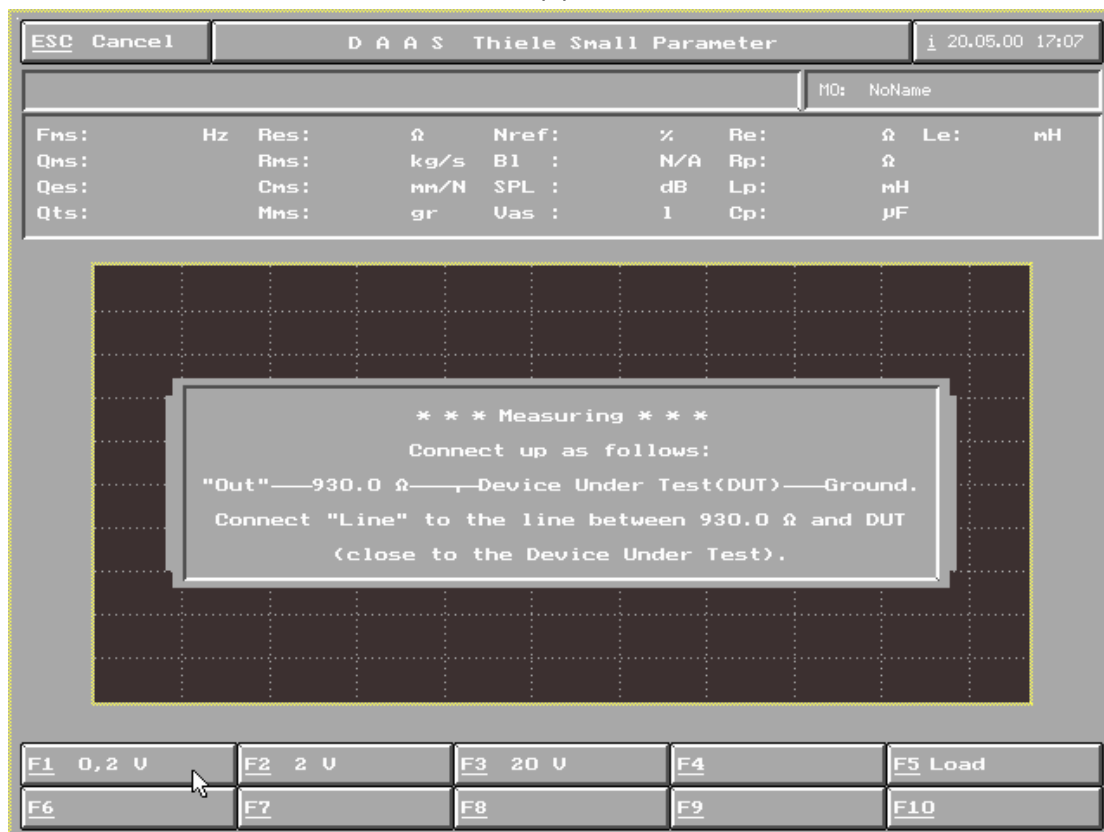

图 26
4) 联好待测扬声器，选择 F1 0.2 开始测试（图 26）